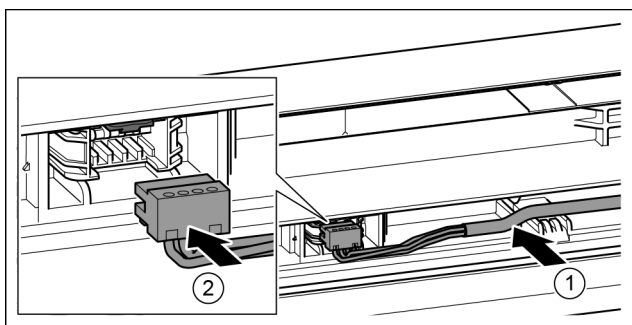

Fig. 38
- ▶ Introduceți cablul gri în ghidaj, în ușa superioară. Fig. 38 (1)
- ▶ Fixați fișa în poziție. Fig. 38 (2)